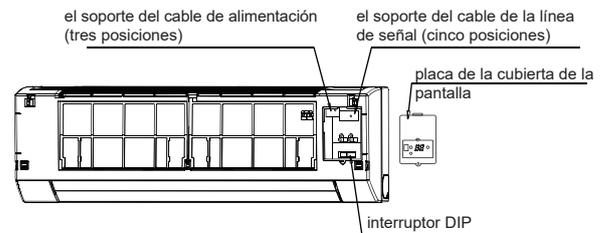

Fig.7-2
- Conecte individualmente el cable de alimentación y la línea de señal, ajuste el interruptor DIP. (Consulte la Fig. 7-2)